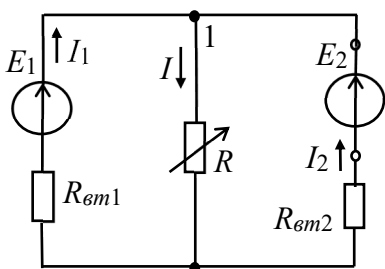

Рис. 0.1
В работе исследуется двухконтурная схема цепи (рис. 0.1) с двумя источниками постоянного напряжения, имитирующая, например, электрическую цепь электропитания автомобиля. В состав такой цепи входит: генератор с ЭДС  $E_1$  и внутренним сопротивлением  $R_{вм1}$ , аккумуляторная батарея с ЭДС  $E_2$  и внутренним сопротивлением  $R_{вм2}$  и эквивалентная нагрузка  $R$ .
В соответствии с вариантом задания нужно установить значения ЭДС  $E_1$  и  $E_2$  источников энергии, их внутренние сопротивления  $R_{em1}$  и  $R_{em2}$  и сопротивление нагрузки  $R$ . При проведении опытов сопротивление потенциометра (нагрузки)  $R$  необходимо изменять в широких пределах. Условное положительное направление токов в ветвях схемы указано на рис. 0.1.
Для расчета токов ветвей используют следующие методы: метод законов Кирхгофа, метод наложения, метод контурных токов, метод двух узлов. Проведём расчёт токов в ветвях схемы (см. рис. 0.1) методом законов Кирхгофа. Согласно первому закону Кирхгофа (1ЗК) для узла 1:
(см. рис. 0.1), необходимо знать величину и направление токов ветвей и ЭДС источников.
**Задание 1.** Рассчитать токи ветвей схемы (см. рис. 0.1) методом законов Кирхгофа, напряжение  $U_1 = E_1 - R_{\text{вм}1}I_1$  и мощность, потребляемую нагрузкой  $R$ .